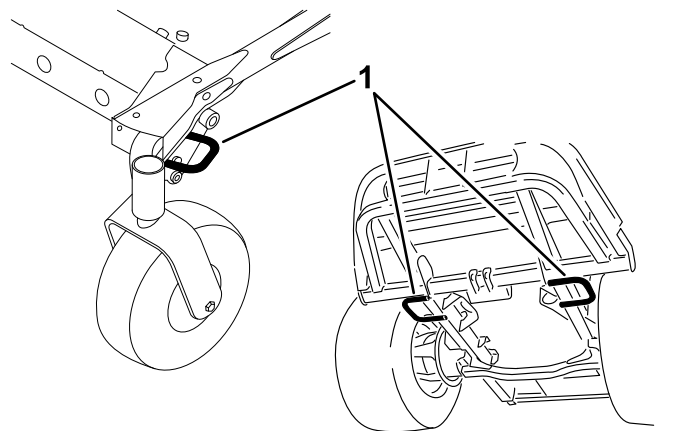

Figure 66
- Servez-vous des points d'attache de la machine pour l'arrimer solidement sur la remorque ou le véhicule de transport au moyen de sangles, chaînes, câbles ou cordes (Figure 66).